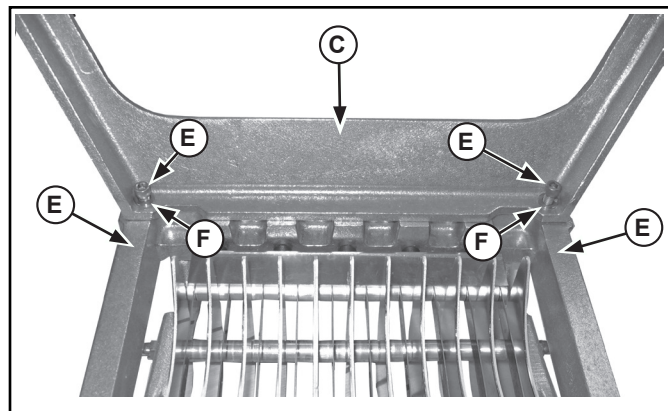

Figure 4. Montage des pieds sur le Lettuce King I.
2. Fixez les pieds (C) au socle (D) à l'aide des vis (A) et des rondelles (B). Voir la figure 4.